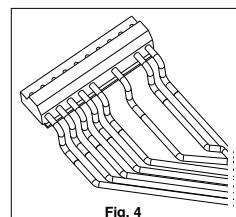

Fig. 4
- Realizar las conexiones con los conectores del mando (Fig. 4).
- Fijar el mando a la pared mediante los tacos ⑤ específicamente previstos.